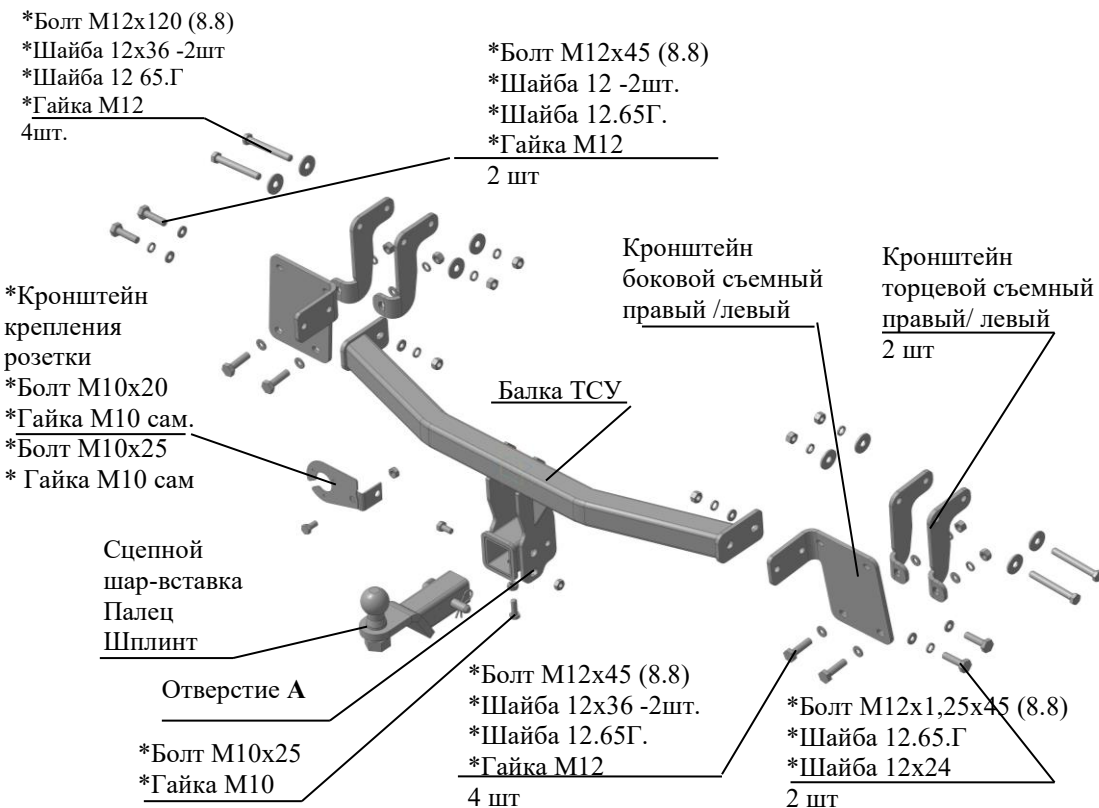

Рис.1 Тягово-сцепное устройство 7141
2.1 ТСУ 7141 в сборе (рис.1)	1 шт.
2.2 Пакет с комплектующими (см. рис.1)	1 шт.